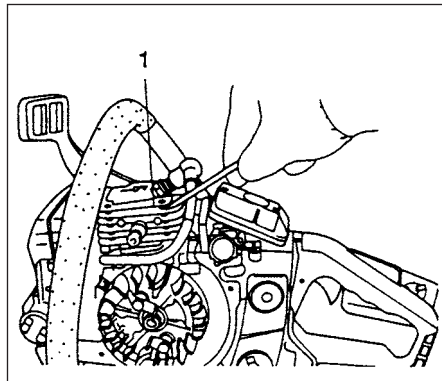

Рис.3-9
**Чистка охлаждающих рёбер цилиндра (Рис. 3-9)**